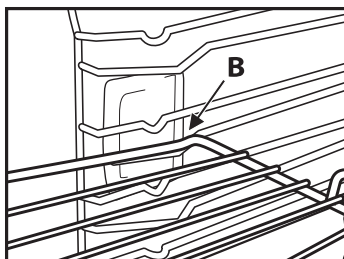

Fig. 2
2. Dirigez la grille jusqu'à ce qu'elle atteigne la position de blocage « B » (fig. 2).